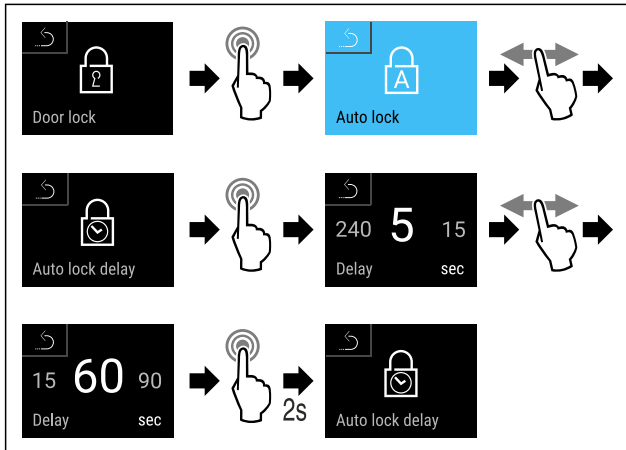

Fig. 82 Pot fi setate următoarele valori: 5, 15, 60, 90, 120, 180 și 240 de secunde
- ▶ Efectuați pașii de acțiune (vezi Fig. 82) .